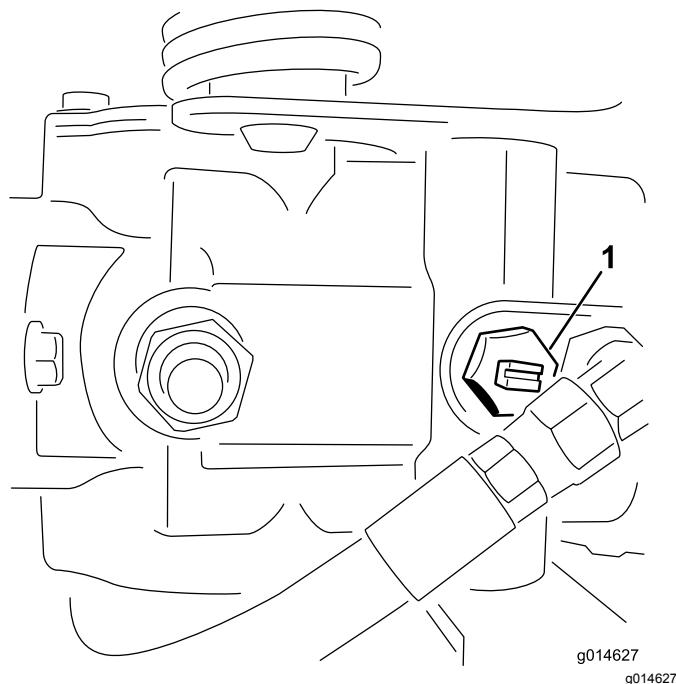

Figura 38
fique na horizontal (Figura 38). Não ligue o motor quando a válvula se encontrar aberta.
1. Localize a válvula de derivação na bomba e rode-a de forma a que a ranhura fique na vertical (Figura 38).